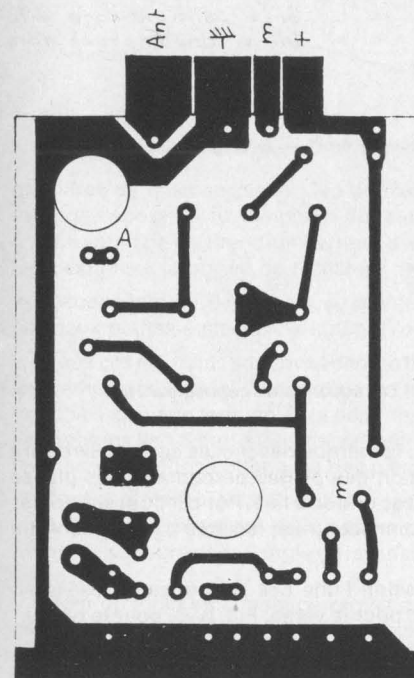

Fig. IV-2. — CI HF1 verso.
- Puis pour supprimer tout risque d'arrachement de la pellicule de cuivre, lors de l'extraction du tiroir, ce qui ne manquerait pas de se produire avec du simple face. Découper la plaquette selon les dimensions de la figure IV-2. Respecter scrupuleusement ces dimensions pour une parfaite interchangeabilité.
Procéder maintenant à la gravure du CI selon l'une des méthodes exposées au chapitre précédent. Percer. Etamer. (Fig. IV-2. pour le verso, Fig. IV-3. pour le recto).